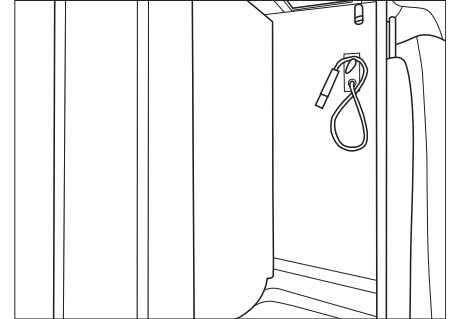

Bild 55 Dusche (Abb. ähnlich)
Die Nasszelle unterteilt sich in zwei verschiedene Bereiche Bild 54 zeigt die Toilette mit dem Waschbecken, Bild 55 zeigt die Dusche in der Nasszelle.
- Schwenkwand linker Anschlag für die Benutzung der Dusche, siehe Bild 55